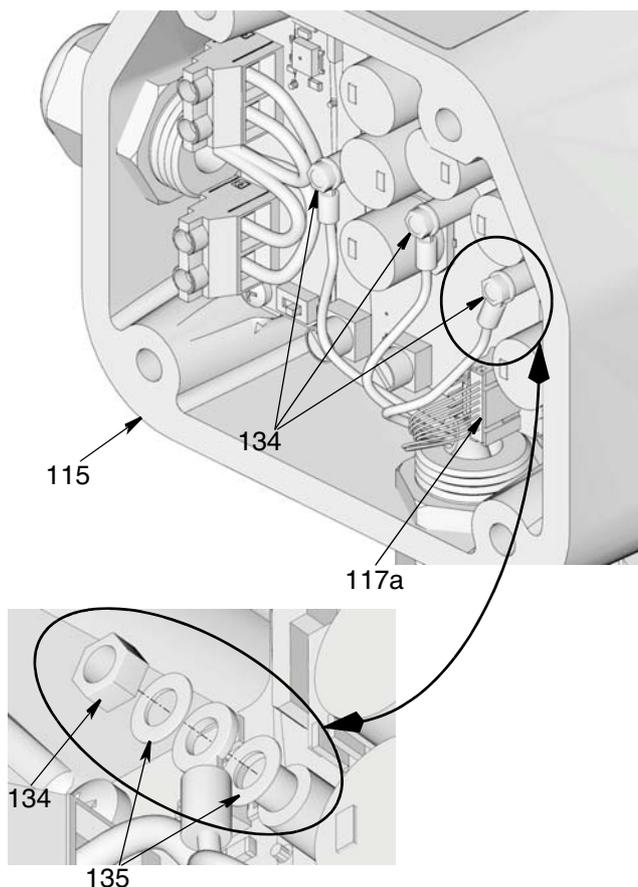

Рис. 64
6. Открутите гайки (134), как показано на Рис. 64. Извлеките шайбы (135) и отсоедините провода электродвигателя от зажимных клемм.